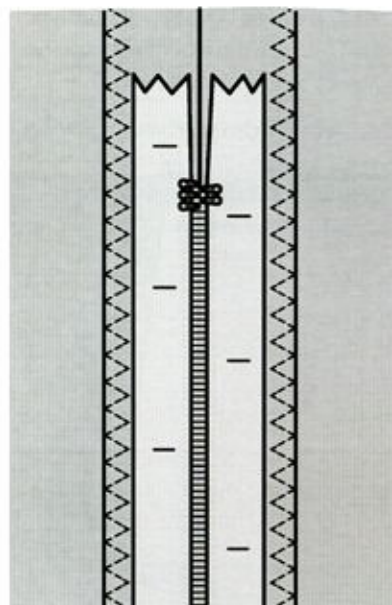

Рис. 1
2. Сметайте остальную часть шва, где должна быть молния. Разутюжьте шов. Приложите молнию к нужному месту лицевой стороной к разутюженному шву, закрепив с лицевой стороны изделия булавками (см. рис. 1).